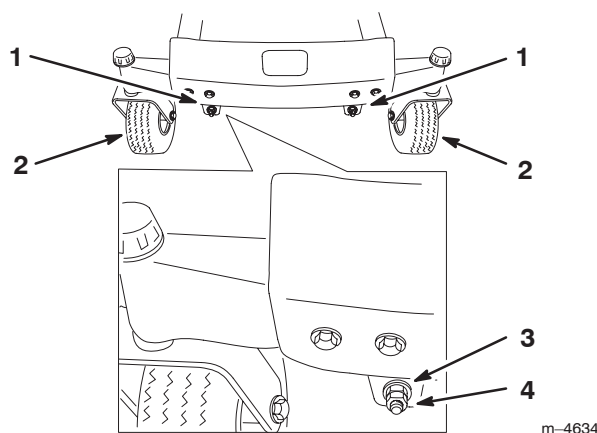

Figure 42
10. Pour régler l'inclinaison avant/arrière des lames, retirez les contre-écrous et tournez les écrous de réglage à l'avant du plateau de coupe (Fig. 42).
12. Après avoir réglé uniformément les deux écrous, contrôlez de nouveau l'inclinaison avant/arrière. Poursuivez le réglage des écrous jusqu'à ce que la pointe avant de lame soit de 1,6 à 7,9 mm (1/16 à 5/16 pouce) plus basse que la pointe arrière (Fig. 42).
Remarque : Après avoir réglé les écrous de réglage, vérifiez qu'**aucune** des tige de support ne présente de **jeu** (Fig. 44). Serrez l'une ou l'autre pour supprimer le jeu (Fig. 42).